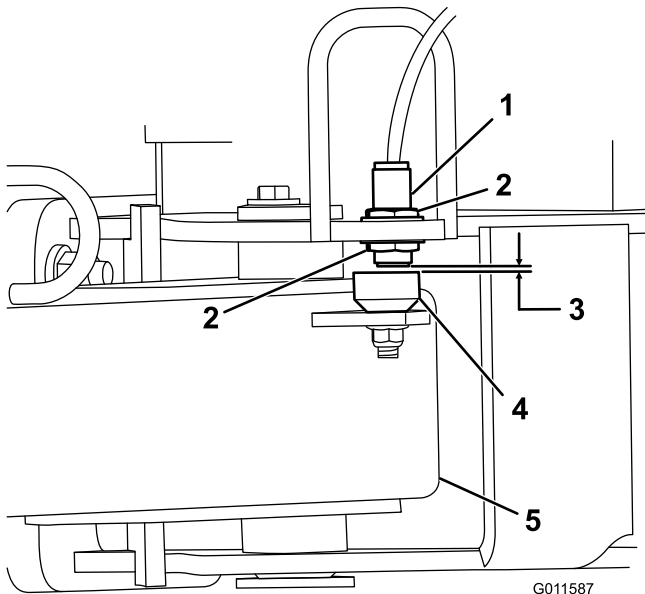

Bild 4
5. Lösen Sie die Klemmmuttern, mit denen der Initiatorschalter am Rahmen befestigt ist. Senken Sie den Schalter ab, bis er 2,6 mm bis 4,0 mm von der Sensorplatte an der Anbauvorrichtung ist (Bild 4). Ziehen Sie die Klemmmutter an, um die Einstellung beizubehalten.